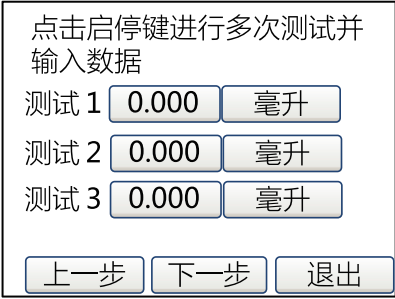

图34 校正向导实测界面
6) 测试界面如图34
如果没有输入数据，则显示如图34，请点击上一步重新测试。